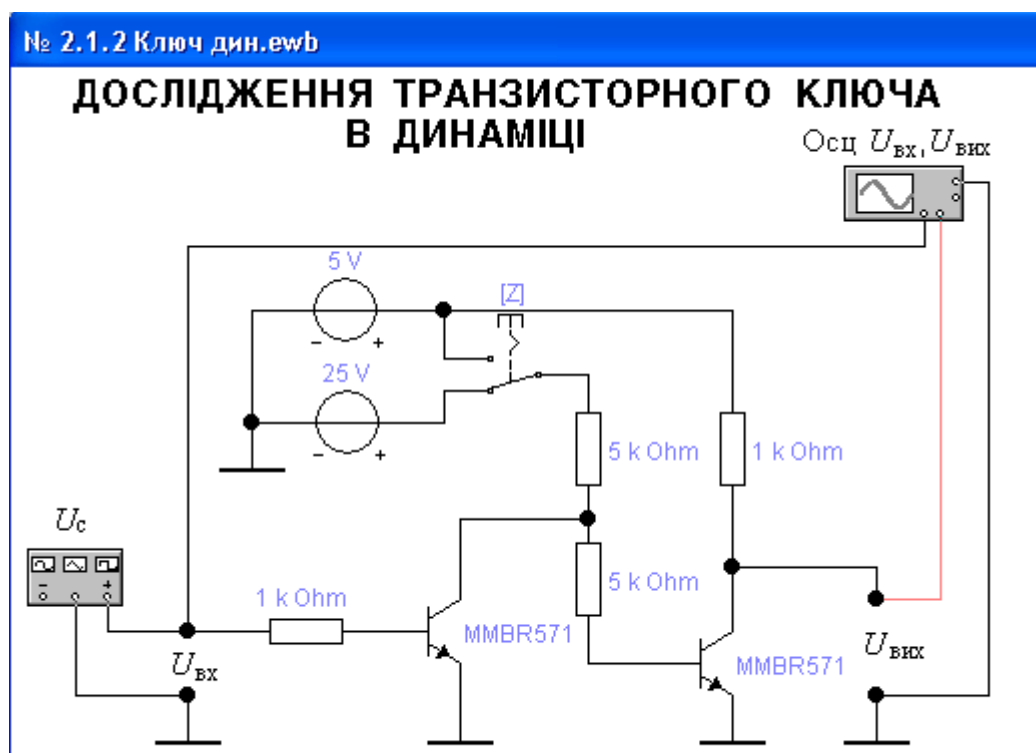

Рис. 4. Схема лабораторного стенда
4.3.1. Відкрийте файл “2.3. Ключ дин” (рис. 4).